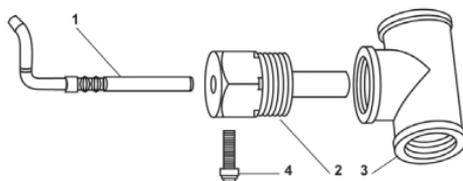

Рисунок 21. Вариант установки ИПТ в тройник
- монтаж осуществляется в тройник с использованием гильзы (рисунок 21);
Первый способ: термометр сопротивления устанавливается в гильзу, вкручиваемую в стандартный тройник, рисунок 21.